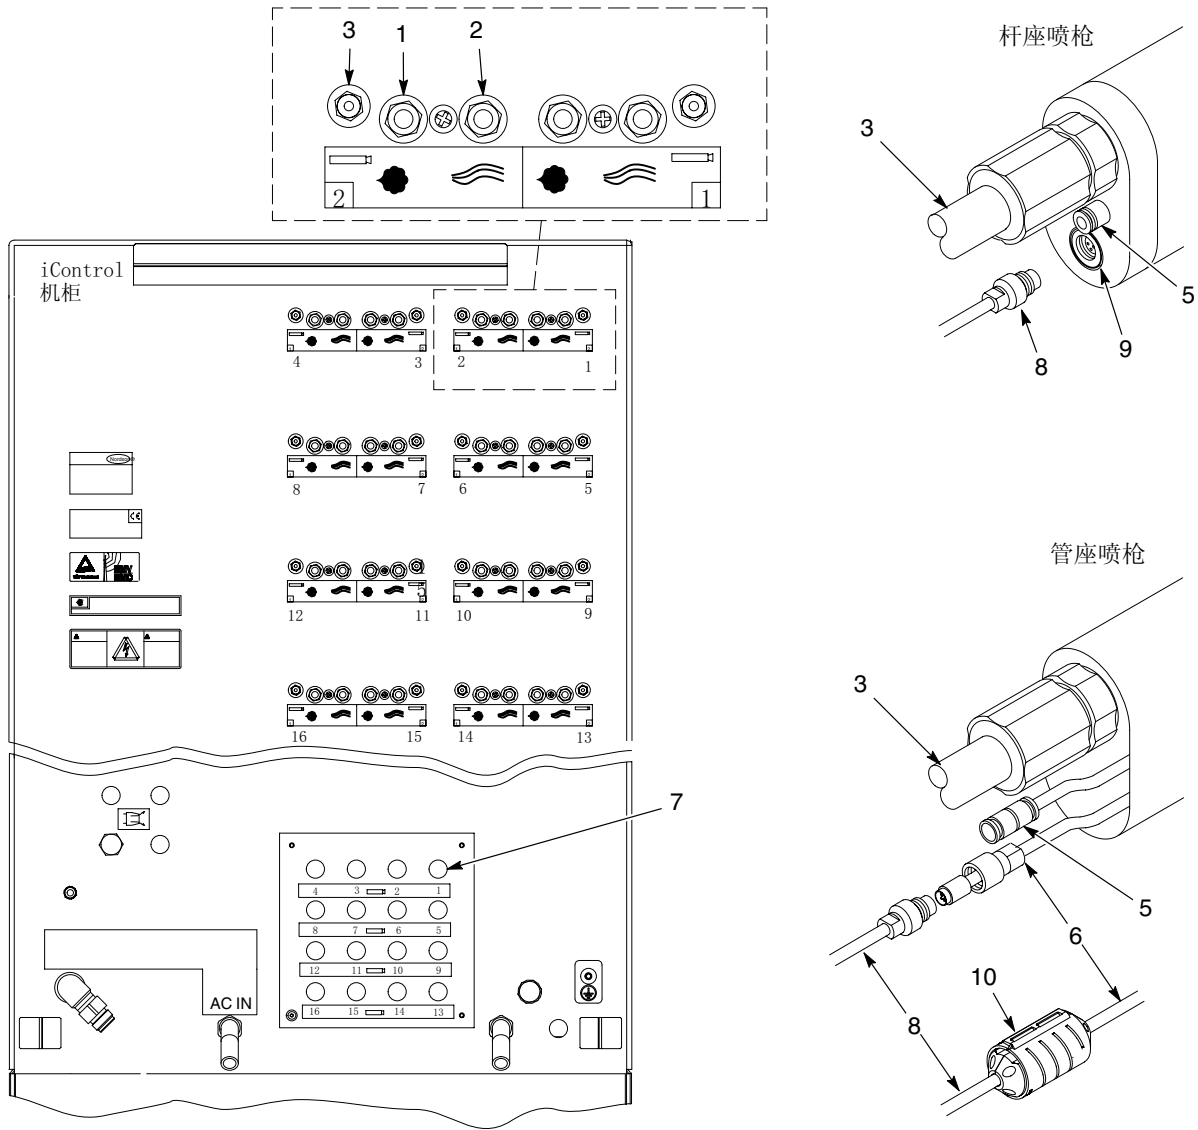

图 3-5 喷枪电缆和空气管安装
1. 见图3-5。将喷枪空气连接器（5）上的一根适当长度的4-mm清洁喷枪空气管，连接至控制系统上的喷枪空气连接器（3）。